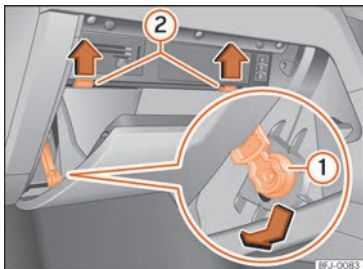

Abb. 229 Rechtslenker: Abdeckung des Sicherungskastens an der Instrumententafel, Beifahrerseite.
- Halteelement »» [Abb. 229] ① in der Öffnung des Halters nach unten verschieben und zur Seite herausnehmen.
- Anschlagzapfen »» [Abb. 229] ② in Pfeilrichtung nach oben drücken und gleichzeitig das Handschuhfach weiter öffnen.
- Zum Einbauen, Handschuhfach in die geeignete Position bringen. Führen Sie das Halteelement in die Öffnung des Halters ein und verschieben Sie es nach oben bis es hörbar einrastet. Drücken Sie das Handschuhfach vorsichtig über den Widerstand der Anschlagzapfen »» [Abb. 229] ② hinweg nach vorn.